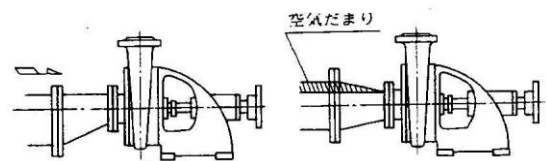

図 1
- (1) ポンプに吸込配管、吐出し配管の荷重がかかると芯狂いの原因となりますので、十分な配管支持をしてください。
- (2) 吸込配管の曲がりにはできるだけ緩やかにし、数を少なく、かつ、ポンプ入口部に接近して設けないようにしてください。
- (3) 吐出し配管の水平部はなるべく下り勾配となるようにしてください。ポンプ停止時に水平管内に固形物が堆積することを防ぐためです。
- (4) 流し込み、押し込みの場合の吸込配管の横引き部は、ポンプに向かい1/100以上の勾配で下がるように配管してください。
- (5) 吸込配管を異径管で拡大するときは、図1に示すように空気だまりができないよう偏芯形のものを用いてください。